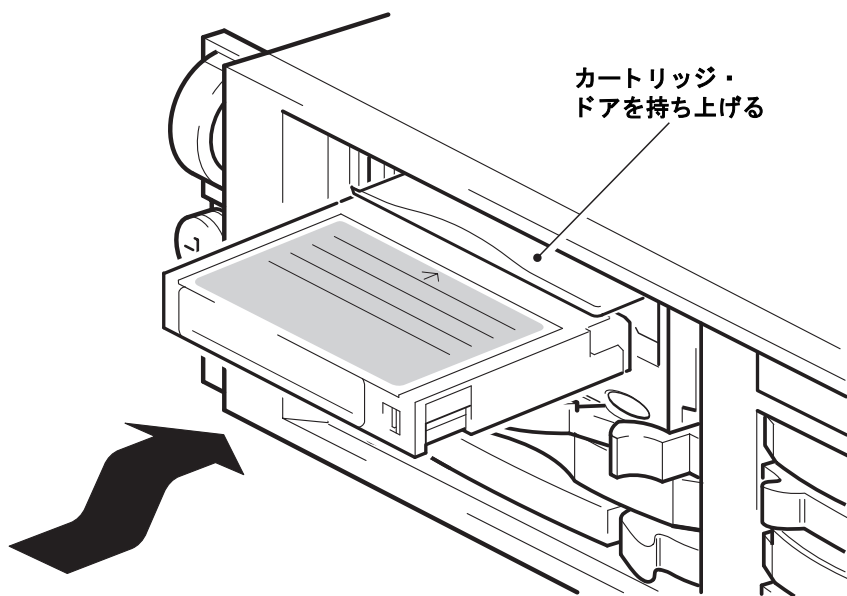

図 6a: カートリッジの装填
- 1 テープ・ドライブの前面にあるカートリッジのふたを上げ、白い矢印がついている面が上に来るようにカートリッジを持ち、ドライブの前面にあるスロットに矢印の方向に挿入します。カートリッジがロードされ始めるまで、静かに押し込みます。（図 6a を参照）。